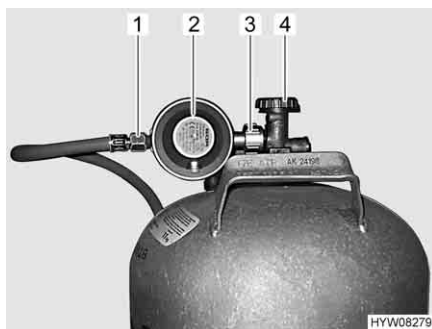

Fig. 115 Raccordo bombola del gas
- Chiudere la valvola principale di arresto (Fig. 115,4) della bombola del gas. Osservare la direzione della freccia.
- Tenere fermo il regolatore di pressione del gas (Fig. 115,2) e aprire il dado zigrinato (Fig. 115,3) (nella filettatura sinistra).
- Rimuovere il regolatore di pressione del gas con il tubo del gas (Fig. 115,1).
- Collocare il regolatore di pressione del gas (Fig. 115,2) con il tubo del gas (Fig. 115,1) sulla bombola del gas e serrare il dado zigrinato (Fig. 115,3) (generalmente filettatura sinistra). **Non** tirare con molta forza.